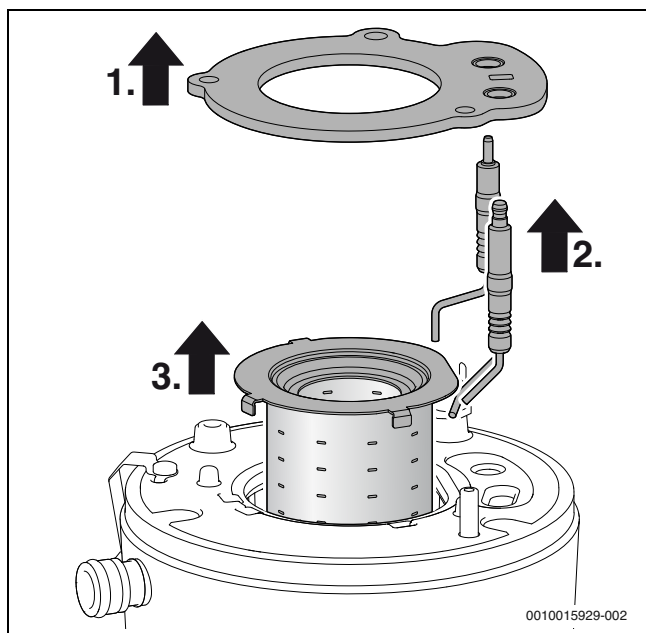

Fig. 54 Scoaterea arzătorului
- De fiecare dată când deschideți arzătorul, înlocuiți garnitura arzătorului (→ fig. 54, poz. [1]) și toate garniturile de etanșare deteriorate ca urmare a acestei măsuri. (Durata de viață maximă a garniturii arzătorului: 7,5 ani)